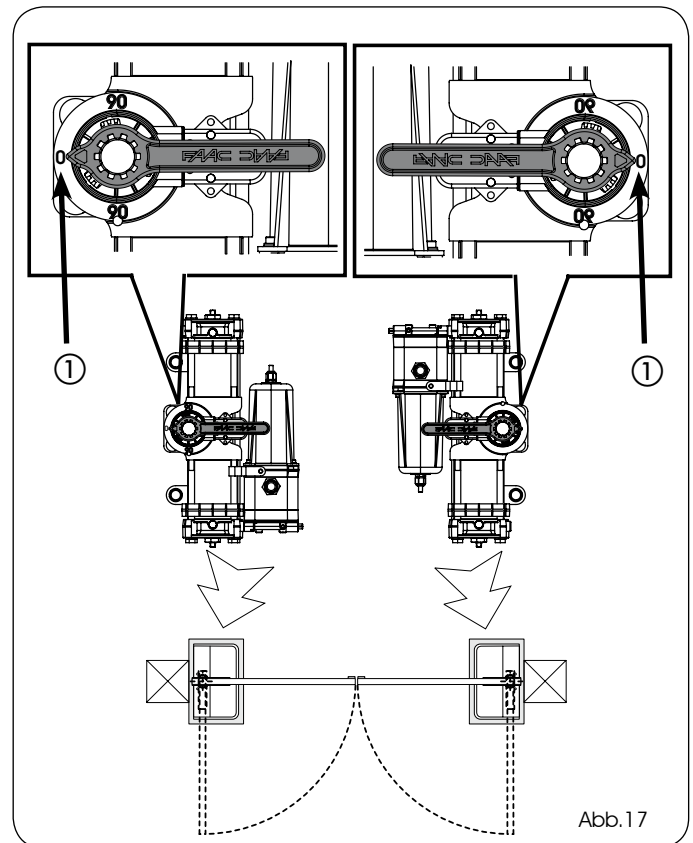

Abb. 17
- 6) **Ohne das Ritzel zu bewegen**, den im Lieferumfang enthaltenen Schlüssel am Antrieb einstecken (siehe Abb. 17) und sicherstellen, dass dieser auf 0 (NULL) am Kunststoffteil des Antriebs (Abb. 17, Bez. 1) zeigt, eventuell das Ritzel drehen. **(WICHTIG FÜR DIE KORREKTE KUPPLUNG RITZEL-NUTBUCHSE BEI DER MONTAGE).** HINWEIS: Gegebenenfalls die Endanschlagschraube beim Schließen leicht zudrehen.
- 6) Ohne das Ritzel zu bewegen, den im Lieferumfang enthaltenen Schlüssel am Antrieb einstecken (siehe Abb. 17) und sicherstellen, dass dieser auf 0 (NULL) am Kunststoffteil des Antriebs (Abb. 17, Bez. ①) zeigt, eventuell das Ritzel damit drehen.
- 13) Den Antrieb mit den entsprechenden Griffen (Abb. 17, Bez. B) anheben, sodass das Ritzel in die Nutbuchse im Tragegehäuse eingreift. Um den Vorgang zu erleichtern, den Antrieb leicht drehen, bis die Kupplung entsteht.